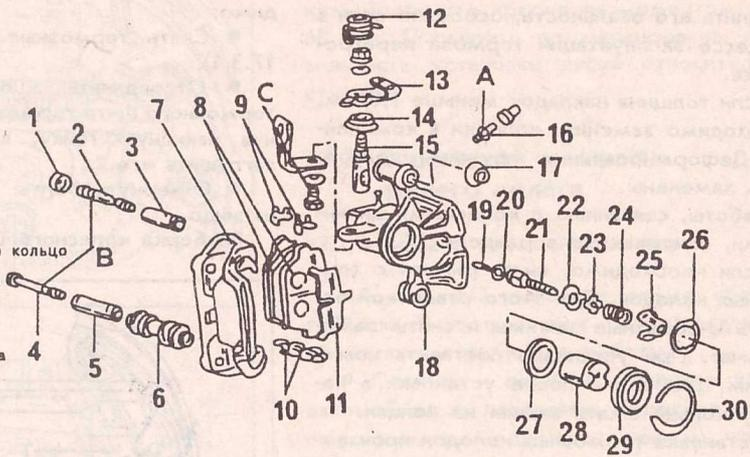

Рис. 254.
- Вывернуть палец, показанный на рис. 254. Защитить палец от попадания на него грязи, т. к. он покрыт специальной смазкой, которую нельзя снимать.
Снять с проволоки суппорт и осторожно опустить его, не ударяя по тормозным колодкам. Проверить, чтобы направляющий палец был чистым и ввернуть его в суппорт. Затянуть палец моментом 22–32 Нм. Не пользоваться для этой цели накидным ключом, показанным на рис. 254. Затяжку произвести головкой и динамометрическим ключом.
- Вывернуть нижний болт суппорта, как показано на рис. 254 и поднять суппорт вверх.